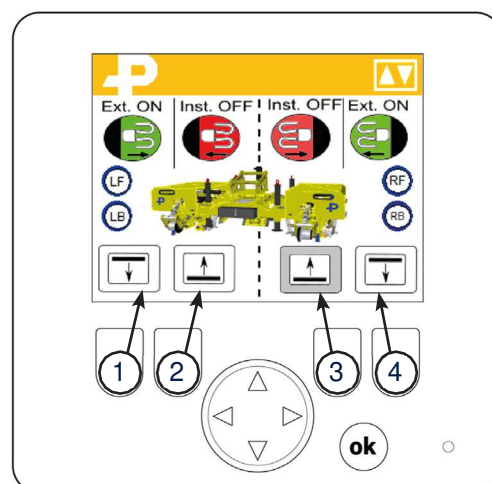

Fig 22. Soulever les outils
2. Appuyez sur les boutons 2 et 3, Fig 22 et maintenez l'appui pour soulever les outils des deux côtés.
4. Sur le panneau de commande : Appuyez sur les boutons 1, 4 et Fig 22 et maintenez l'appui pour abaisser les outils des deux côtés. Vérifiez systématiquement que les outils sont en position en maintenant le bouton enfoncé un peu après que l'outil a atteint sa position.